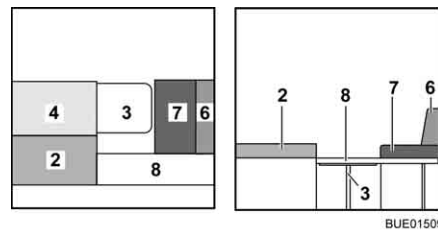

Fig. 145 Durante la transformación
- Colocar el cojín del respaldo (Fig. 145,4) junto al cojín del asiento (Fig. 145,2).
- Desplegar el apoyo del ensanchamiento de cama (Fig. 145,8) y enganchar el ensanchamiento de cama en los alojamientos en los baúles-banco.